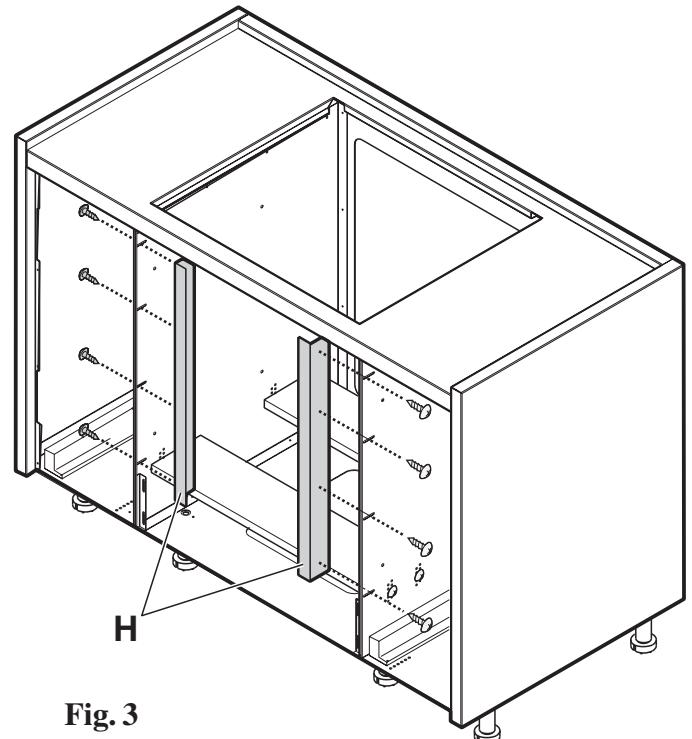

Fig. 3
- b. Spostare le staffe **H** alla profondità desiderata (le staffe vanno posizionate in modo che la cornice del forno, ad installazione completata, sia in linea con i cassetti laterali). **Fig. 3.**